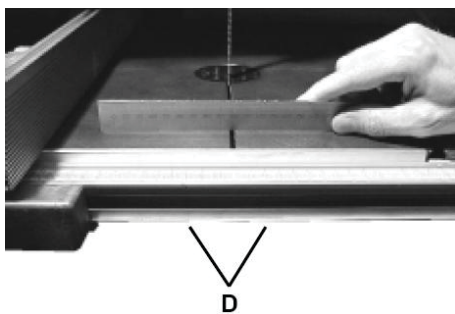

Рис. 12
краю столу (див. Рис. 12).
- Якщо рівень показує, що є нерівність уперек столу, необхідно відрегулювати стіл за допомогою двох гвинтів та стопорних гайок (постачаються із верстатом), що розташовані у нижній частині напрямної (D) (Рис. 12).